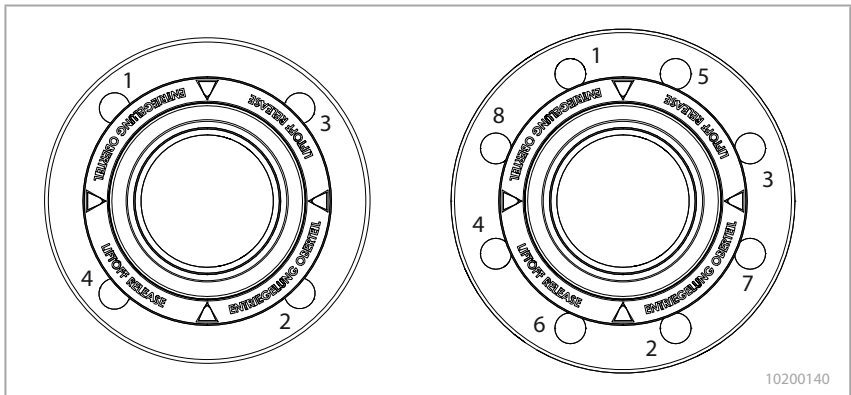

Fig. 6 Reihenfolge Schraubenbefestigung
4. Die Schrauben am Flansch entsprechend der Reihenfolge in Fig. 6 festziehen: